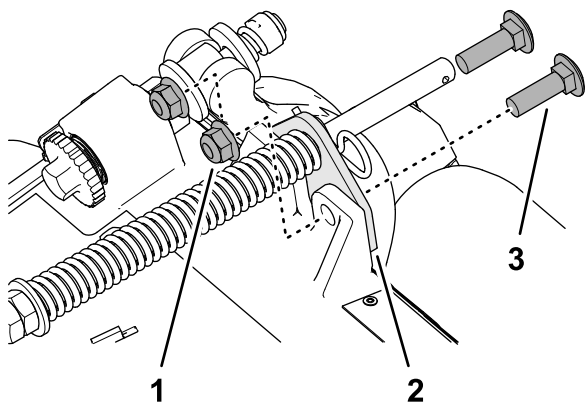

Figura 13
2. Îndepărtați cele 2 contrapiuliie cu guler ($\frac{3}{8}$ ") și cele 2 uruburi de fixare ($\frac{3}{8}$ " x $1\frac{1}{4}$ ") care fixează suportul de compensare pentru gazon pe cadrul unității de tăiere (Figura 13).